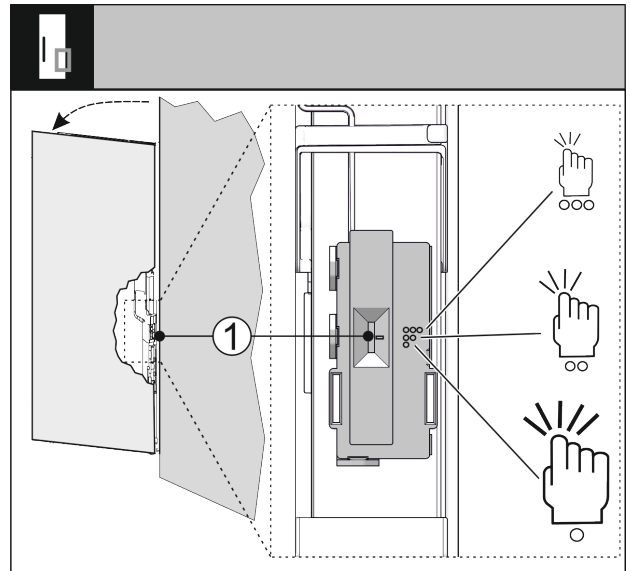

Fig. 34
Puede ajustar la sensibilidad del sensor de golpes mediante un interruptor Fig. 34 (1). El interruptor está en el lado de las bisagras, en el tercio inferior de la puerta.
- ▶ Deslice el interruptor Fig. 34 (1) hasta la posición deseada.